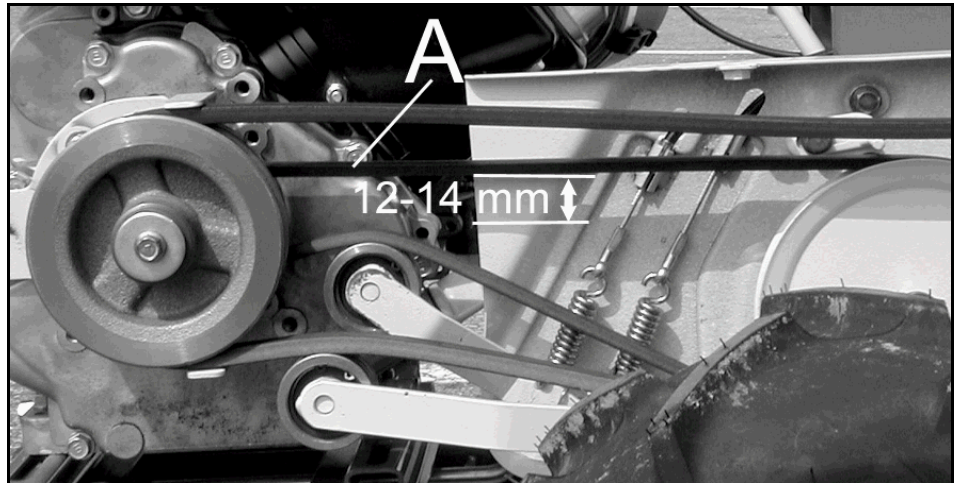

Figure 23
- Quand vous appuyer sur cette courroie avec un doigt (figure 23, repère A) la flèche doit être comprise entre 12 et 14 mm (figure 23). Si tel n'est pas le cas, modifier la tension du câble de commande de la transmission. Reportez-vous au chapitre « **Tension du câble commandant la transmission** » page 21.